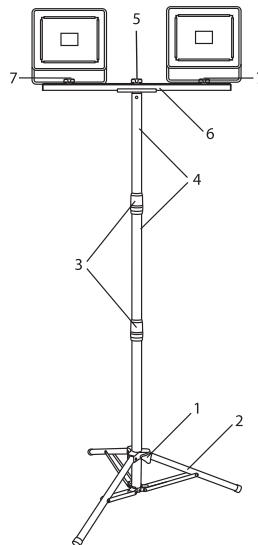

Рисунок. 1. Схема сборки штатива и установки прожекторов
5.3. Сборку штатива и установку прожекторов рекомендуется выполнять согласно схемы на рис.1.:
- Ослабьте винт штатива (1), раздвиньте опоры подставки (2) на максимально возможный угол, затяните плотно винт (1).
- Ослабьте фиксирующие кольца (3) и выдвиньте телескопические трубы (4) на необходимую высоту, затем плотно затяните фиксирующие кольца (3).
- Выкрутите специальный винт (5) в верхней части штатива. Установите горизонтальную планку (6)
• Выкрутите специальные винты (7) из горизонтальной планки (6). Установите прожекторы на горизонтальную планку (6) и плотно затяните специальные винты (7).
5.4. Убедитесь, что все винты и кольца плотно затянуты, вся конструкция зафиксирована и устойчива (рис.1).